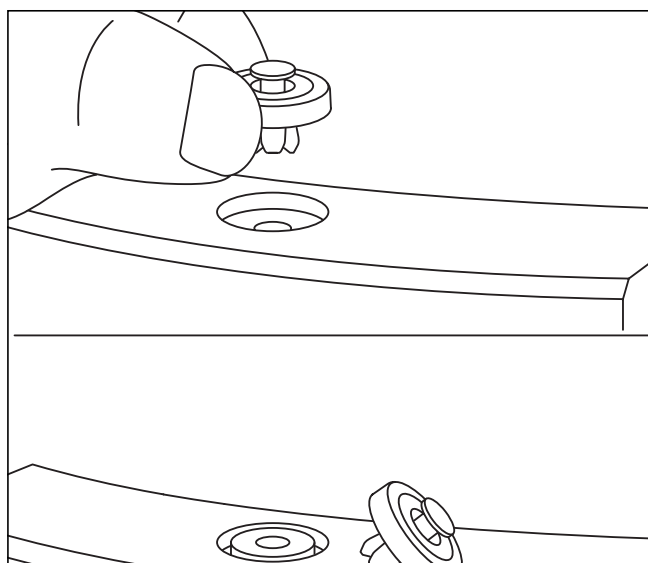

Рис. 8.7 Ослабление пружинного замка
- Нажмите на пружину, находящуюся под отверстием, напр., отверткой (см. рис. 8.7).
- Нажмите на пружину, находящуюся под отверстием, напр., отверткой. (см. рис. 8.7).